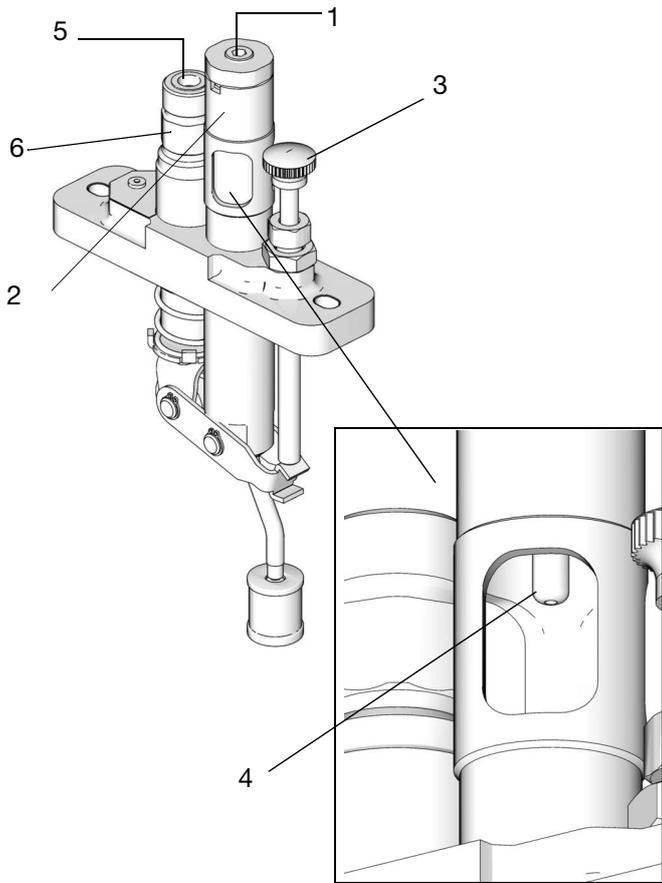

图 4
吸料型号 (图 4)
1. 拆下并丢弃窥孔塞 (1) 和出口塞 (5)。
2. 用适量过滤油填满窥孔 (2)。
3. 操作手动填料组件 (3)，直到油位降至滴管 (4) 末端以下 (图 4)。
5. 将填料管连接到窥孔 (2)，注意不要让任何螺纹密封剂进入窥孔。
8. 继续手动填料，直到从出口 (6) 排出的油中不含空气。